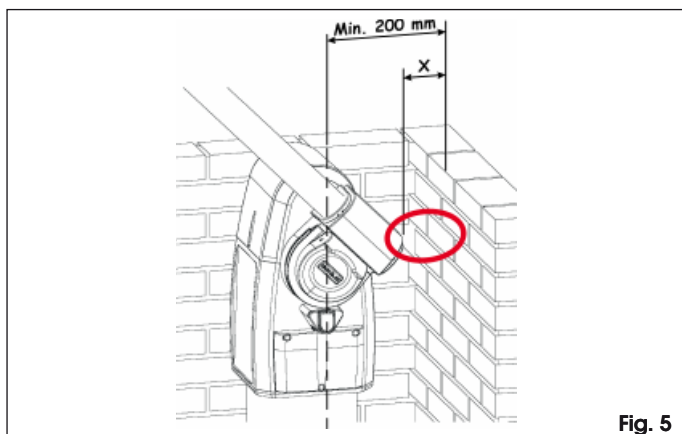

Fig. 5
- Controle que se respeten los espacios mínimos de maniobra indicados en la Fig. 5.
Si la cota "X", evidenciada en la Fig. 5, es inferior a 500 mm es OBLIGATORIO proteger la zona evidenciada con un dispositivo de protección conforme con la norma UNI EN 12978